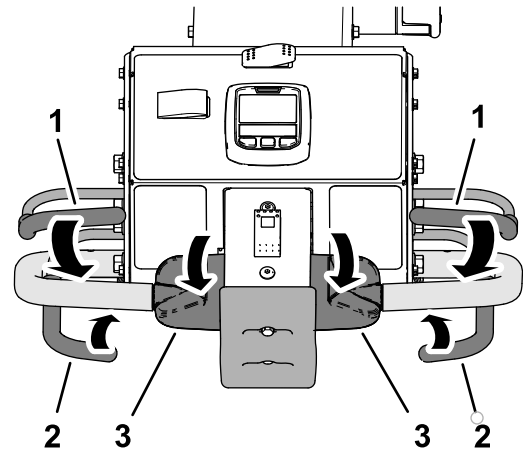

Bild 37
2. Halten Sie einen der beiden Schaltbügel gegen den Lenker, drehen Sie den oberen Teil des Fahrtriebshebels nach vorne und schließen Sie den Aerifizierbügel (Bild 37).